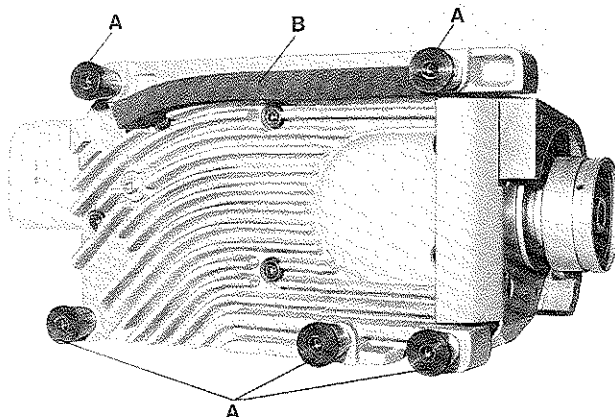

Fig.1
2. Insert the 5 rubber isolators (A, Fig. 1) in the provided holes in the table board and insert the rubber profile (B) in the base plate of the sewing machine.
2. Setzen Sie die 5 Gummipuffer (A, Fig. 1) in die dafür vorgesehenen Bohrungen in der Tischplatte ein und legen den Profilvergummi (B) in die Grundplatte der Nähmaschine.